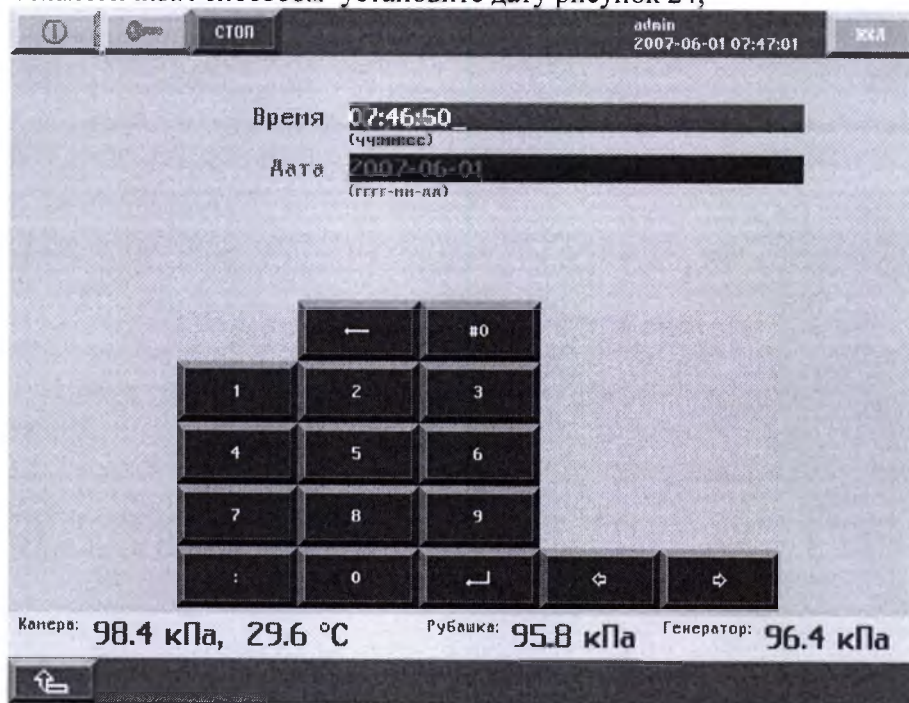

Рисунок 24 Установка даты
- Аналогичным способом установите дату рисунок 24;